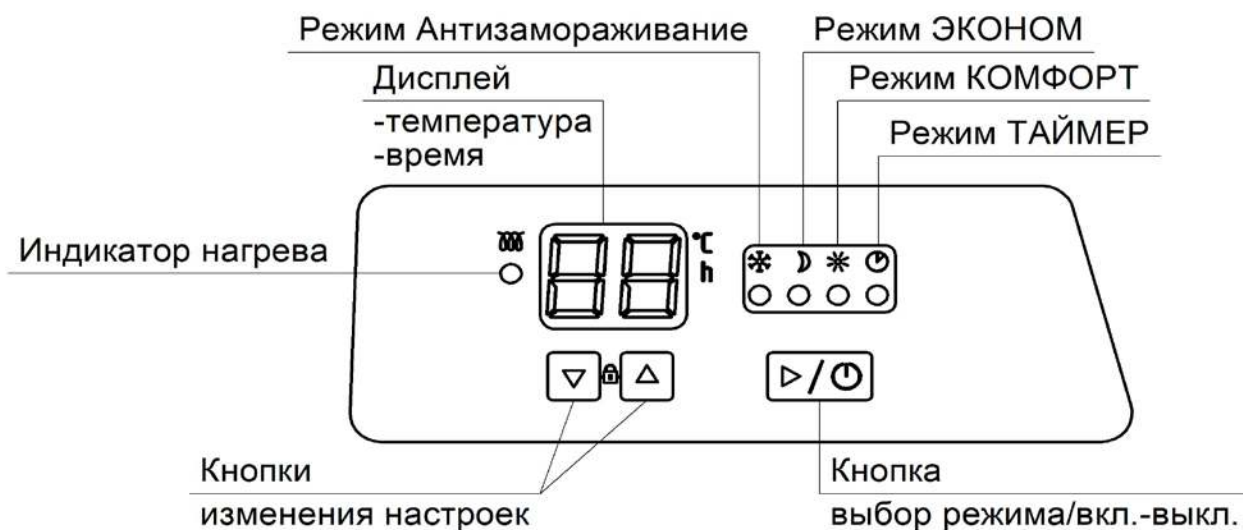

Рис. 5
4.9 Вставьте вилку шнура электропитания конвектора в розетку электросети. Кратковременно засветятся и погаснут индикаторы на панели управления (рис. 5). Конвектор готов к работе.